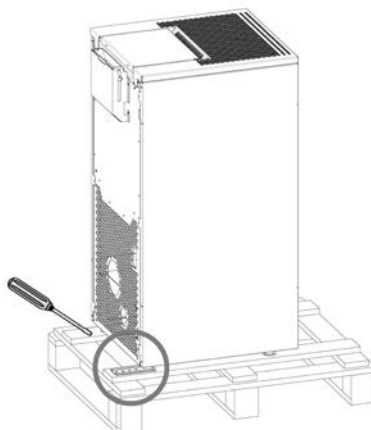

Fig. 1 - Verwijdering van de beugels
- Verwijder de beugels die de voeten van de kachel blokkeren (zie **Fig. 1**). Ga verder met de verwijdering van de kachel van de pallet.